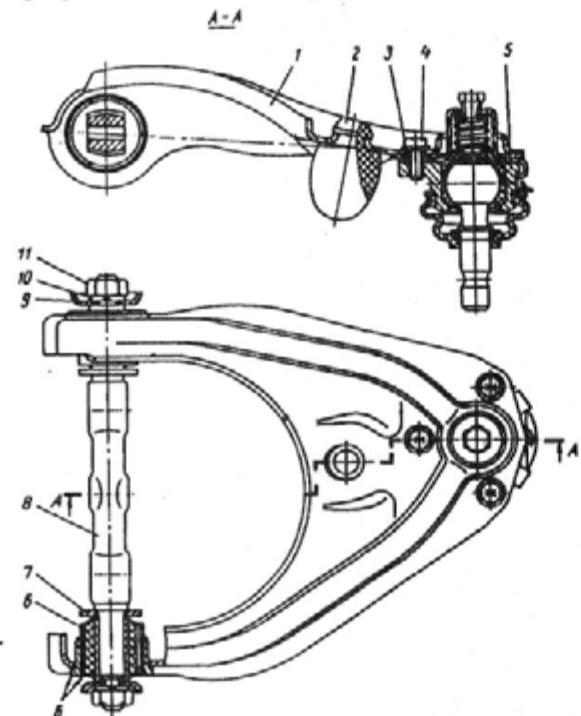
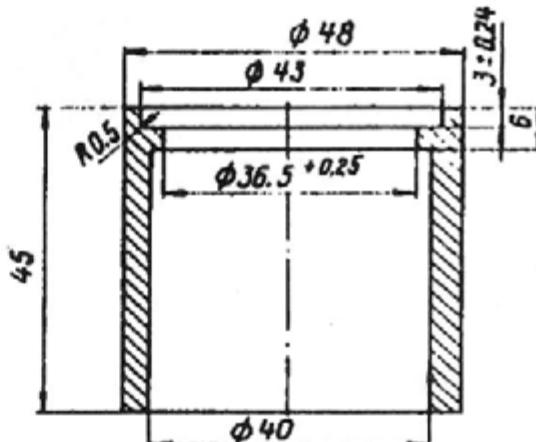

Рис. 177. Верхний рычаг передней подвески:
Рис. 178. Опорная втулка
5. Выверните болты 4 (рис. 177) крепления шарового шарнира 5 и снимите его с рычага.
Выпрессовку изношенного сайлент-блока из верхнего рычага производите на прессе. Для этого подложите под рычаг со стороны изношенной детали опорную втулку (рис. 178) и, нажав с противоположной стороны на ось 8 (см. рис. 177) в упорную шайбу 7, вытолкните сайлент-блок 6 из рычага.
При запрессовке следите, чтобы торцы Б (см. рис. 177) наружной арматуры сайлент-блока и втулки в верхнем рычаге совпадали.
Сборку шарнира производите согласно рисунку 150. Для обеспечения совпадений резьбовых отверстий корпуса и отверстий крышки перед загибкой лапок заверните три болта M8x1x18, которые перед постановкой на рычаг должны быть вывернуты. Момент окончательной затяжки болтов 4 (рис. 177) 17—23 Н·м (1,7—2,3 кгс·м).